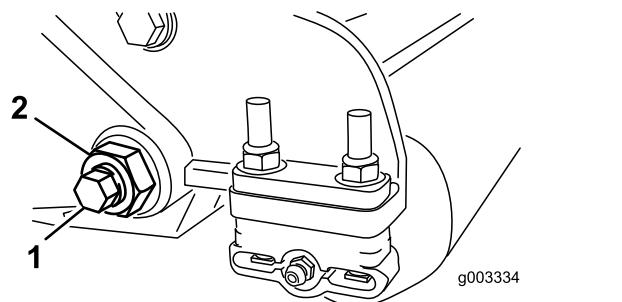

Bild 38
3. Lösen Sie an jeder Seite der Maschine die Sicherungsmutter, mit der die Schraube des Untermesserträgers befestigt ist (Bild 38).
Untermesserträger nach unten gezogen und von der Maschine entfernt werden kann (Bild 38). Bewahren Sie die zwei Nylonscheiben und die Scheibe aus gestanzten Stahl an jedem Ende des Untermesserträgers auf (Bild 39).